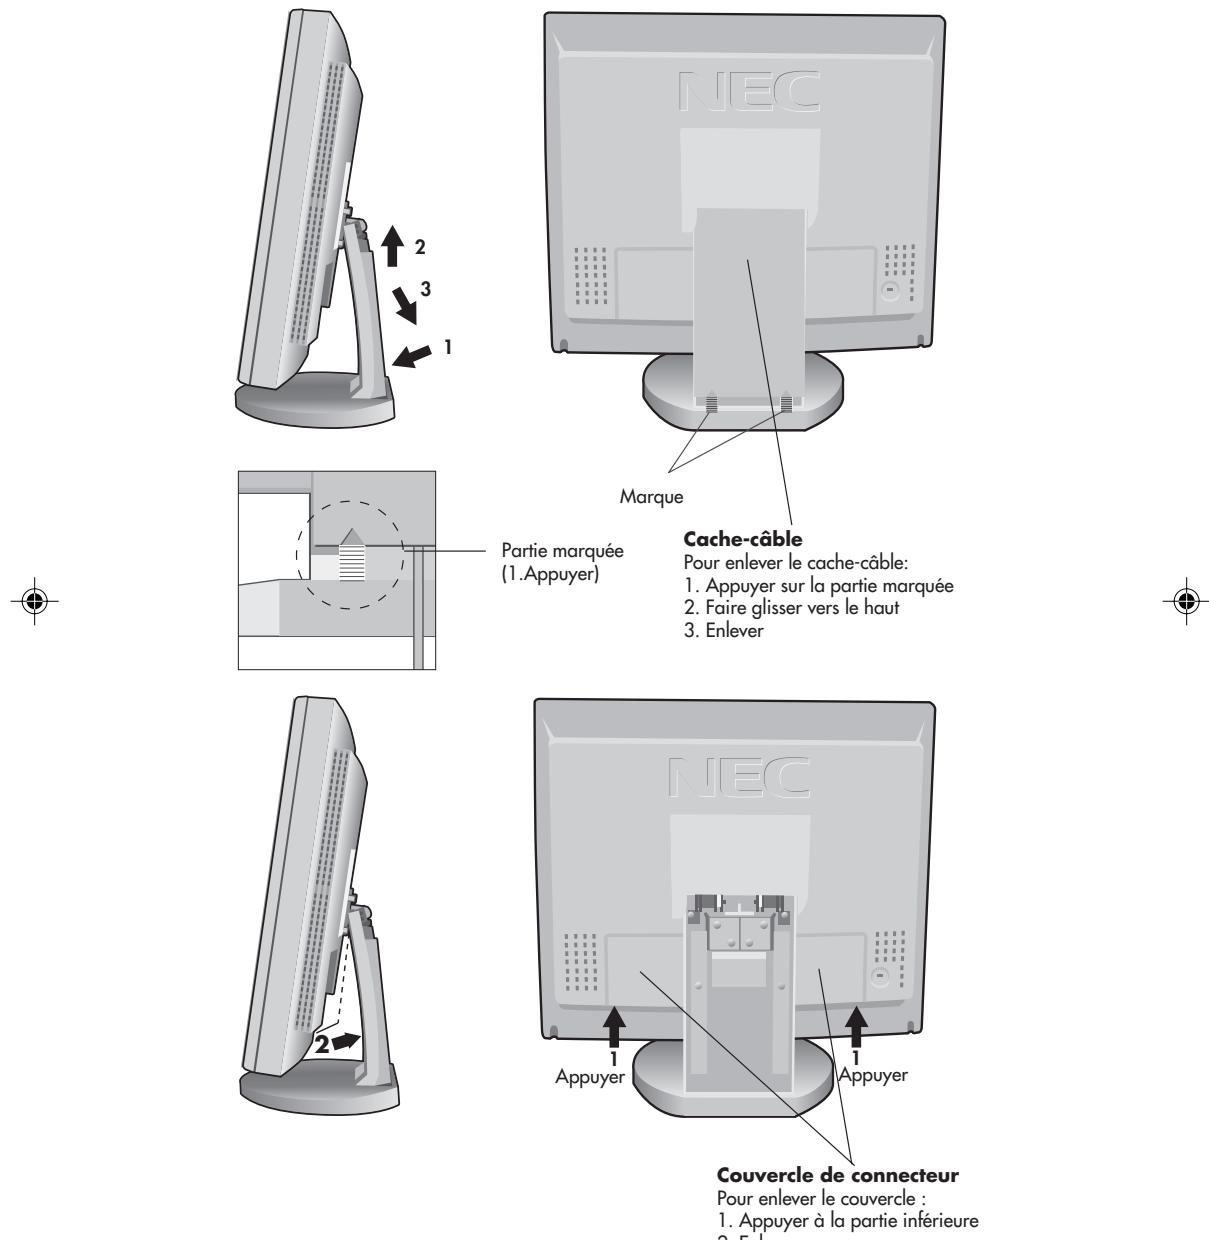

Figure E.1
4. Connectez une extrémité du câble d'alimentation sur l'adaptateur CA et l'autre extrémité sur la prise de secteur (**Figure C.1**). Remplace connecteur étui et étui cable (**Figure E.1**). NOTA: Si vous utilisez ce moniteur à AC220-240V, s'il vous plaît faites référence à section de l'Usage Recommandée de ce manuel pour sélection adéquate d'AC pouvoir cordon.